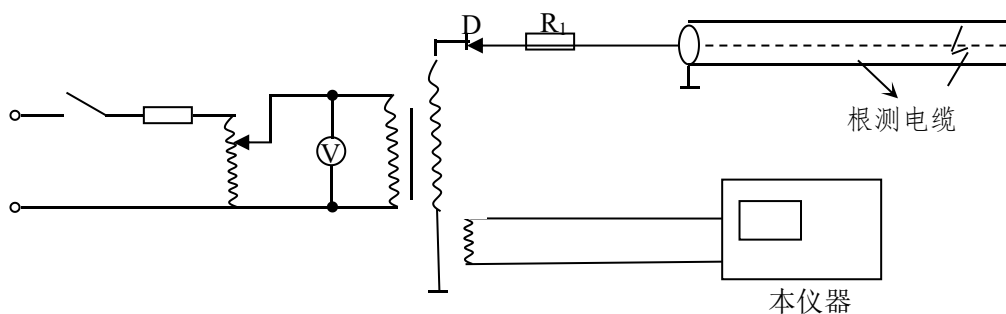
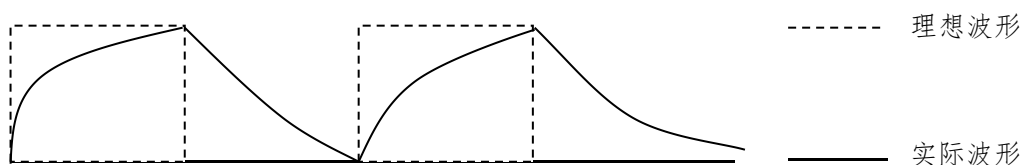

图2 直流高压法测试原理图
图3 直流高压法波形图
当故障电阻极高，尚未形成稳定电阻通道之前，可利用逐步升高的直流电压施于被测电缆。至一定电压值后故障点首选被击穿，形成闪络，利用闪络电弧对所加入电压形成短路反射，反射回波在输入端被高阻源形成开路反射。这样电压在输入端和故障点之间将多次反射，直至能量消耗殆尽为止。测试原理线路图如图 2 所示，线路的反射波形如图 3 所示。
5) 接通仪器电源，屏幕出现视窗。然后逐步调节调压器升高测试电压，当故障点产生闪络现象时，毫安表中电流突然增大，电压表指针抖动。显示屏上应出现 4.2 中图 3 所示波形。由图 3 可知， $t_1 \sim t_2$  间为故障距离。